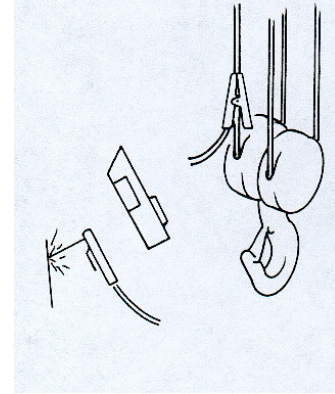

fig.91
- **MAI** utilizzare la fune o la catena come cavo di messa a terra per saldatrice (fig.91).